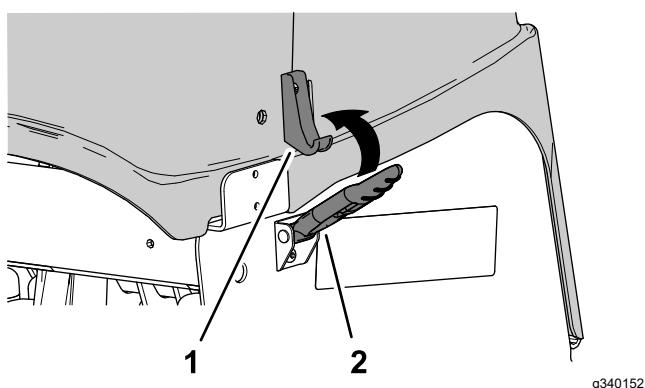

Figura 143
3. Se la macchina presenta dispositivi di chiusura CE, ruotate la piastra di bloccaggio fino a quando non si allinea con la fessura sul lato della copertura della testa di carotaggio (Figura 143).
4. Serrate il bullone della piastra di bloccaggio (Figura 143).